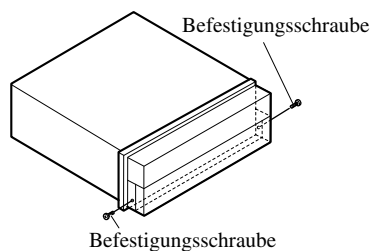

Abb. 18
- **Nachdem Sie die Frontplatte abgenommen haben, befestigen Sie sie mit den Befestigungsschrauben an der Einheit. (Abb. 18)**